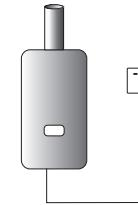

Fig. 6
COLLEGAMENTI ELETTRICI (Fig. 6):
- Collegare il carico ai morsetti C-NA-NC in funzione delle esigenze di comando (Fig. 6).
ELECTRICAL CONNECTIONS (Fig. 6):
- Connect the load to terminals C-NA-NC according to control requirements (Fig. 6).